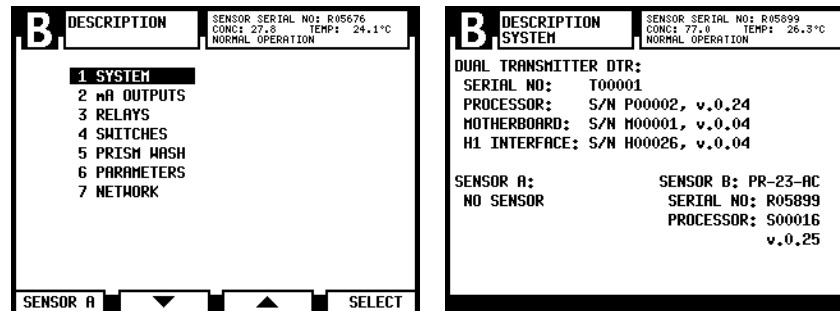

Figura 5.5 Descripción del sistema
El menú Descripción (Figura 5.5) conduce a la siguiente información:
1. SYSTEM(*Sistema*): Ver la Figura 5.5, lado derecho.